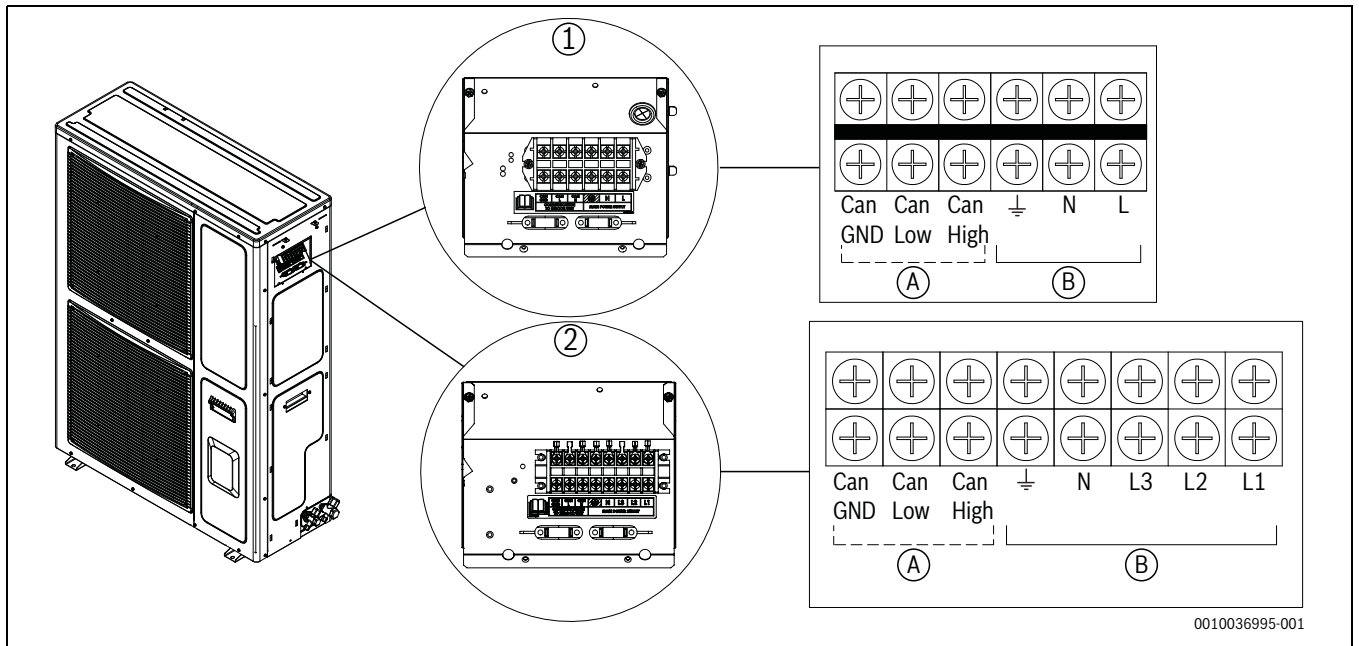

Fig. 17 Raccordements des câbles
4. Brancher le câble de communication entre les unités extérieure et intérieure (fig. 17 [A]).
5. Raccorder une extrémité de l'alimentation électrique à l'unité extérieure (fig. 17 [B]) et l'autre extrémité au tableau de distribution secteur.